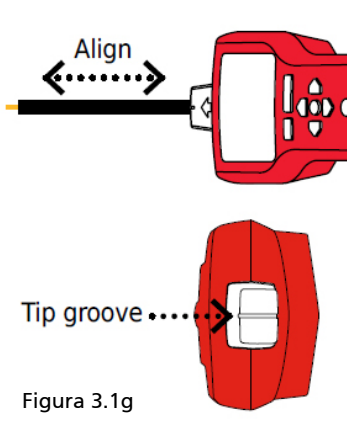

Figura 3.1g
5. Posicionamento do Receptor: Para melhores resultados, alinhe o sulco no sensor de ponta com a direção do fio, como mostrado. O sinal pode ser perdido se não for devidamente alinhado. (vide Figura 3.1g)